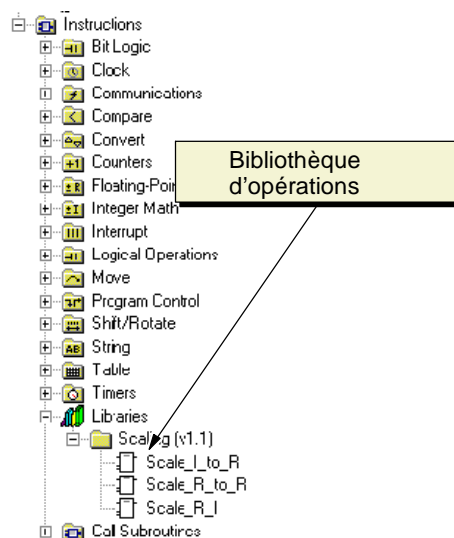

Figure 5-11 Arborescence d'opérations avec des bibliothèques
STEP 7-Micro/WIN vous permet de créer une bibliothèque personnalisée d'opérations ou d'utiliser une bibliothèque créée par une tierce personne (voir figure 5-11).